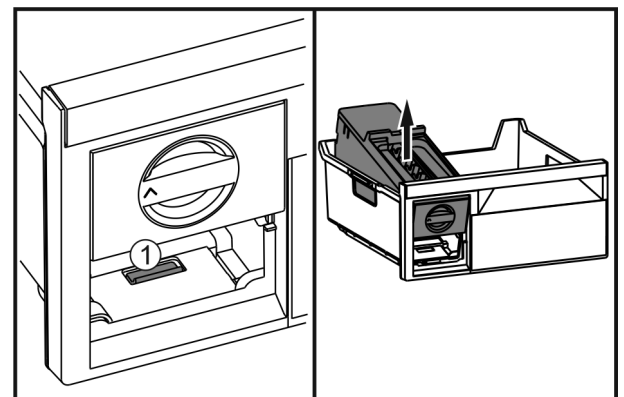

Fig. 63
- ▶ Натиснете езичето Fig. 63 (1), повдигнете EasyTwist-Ice отзад и извадете от чекмеджето на фризера.